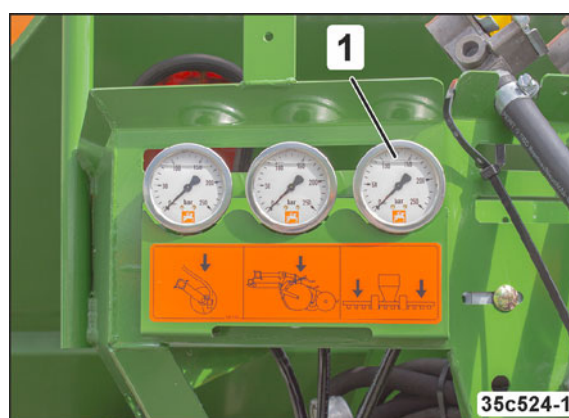

Рис. 86
- по манометру (Рис. 86/1) из кабины трактора.